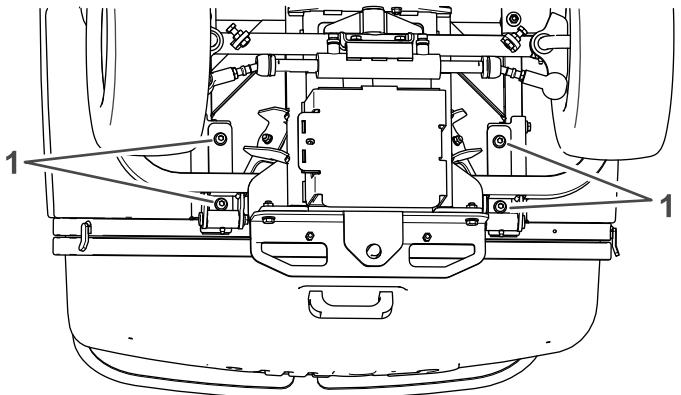

図 107
1. ホッパーの昇降サポートをホッパー下のフレームに固定しているボルト4本をゆるめる 図 107。
4. ボルト4本を締め付ける図 107。